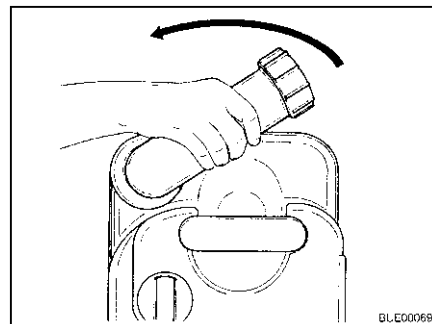

Fig. 220 Tourner la tubulure d'évacuation
- Tourner la tubulure d'évacuation vers le haut (Fig. 220).